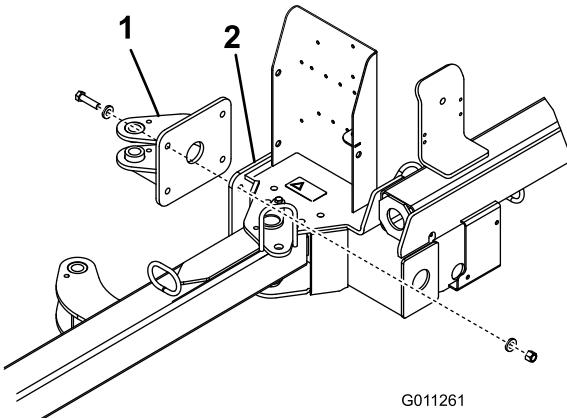

Bild 5
1. Befestigen Sie die hintere Aktuornase mit vier Schrauben (1/2" x 2"), acht Flachscheiben (0,531 x 0,63) und vier Sicherungsmuttern (1/2") am Rahmen der Kehrmaschine. Positionieren Sie die Teile, wie in Bild 5 abgebildet.